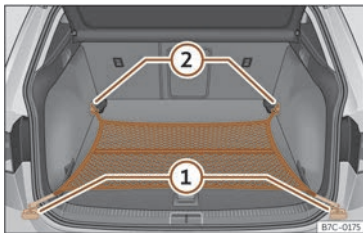

Abb. 169 Im Gepäckraum: flach eingehängtes Gepäckraumnetz.
- Hängen Sie die Haken in die Verzurrösen ein >>> (Abb. 169) ① und ② >>> ⚠. Der Reißverschluss des Gepäckraumnetzes muss dabei nach oben zeigen.